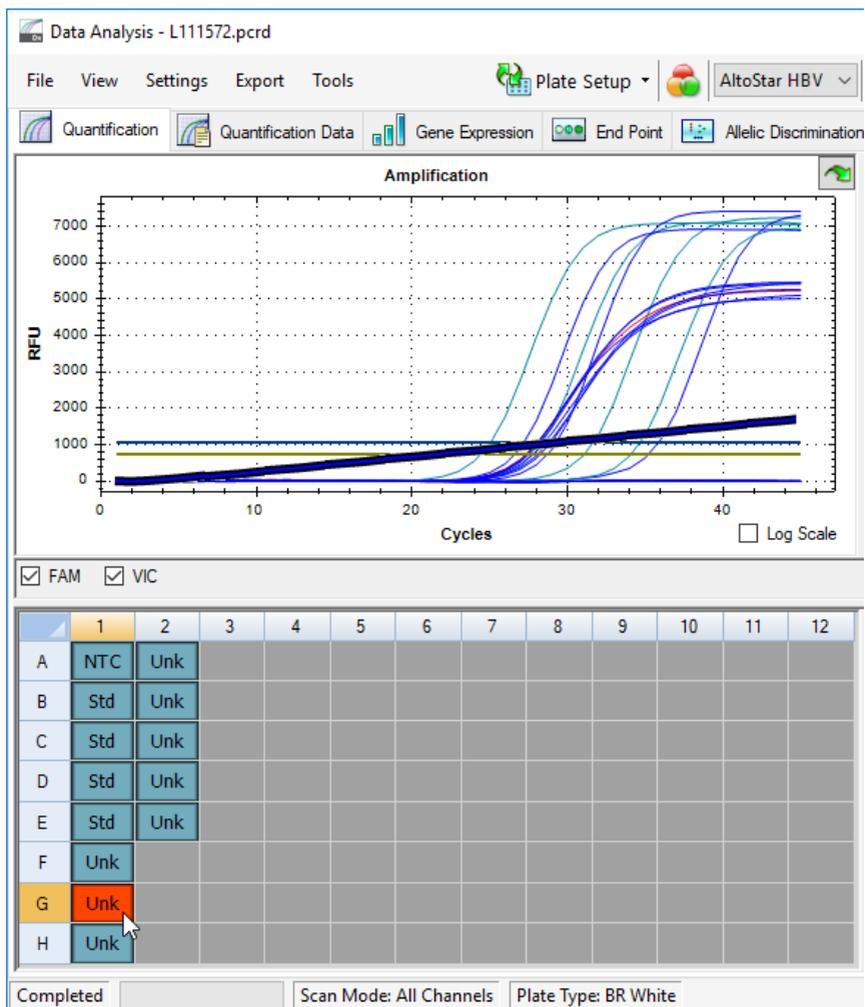

Figura 6: Janela Data Analysis (Análise de Dados): sinal PCR irregular
2. Identifique os poços com sinais PCR irregulares (aumento de sinal linear, picos de sinal, etc.) em qualquer um dos canais de detecção FAM™ (alvo de HBV) e VIC™ (IC) (consulte a figura 6).